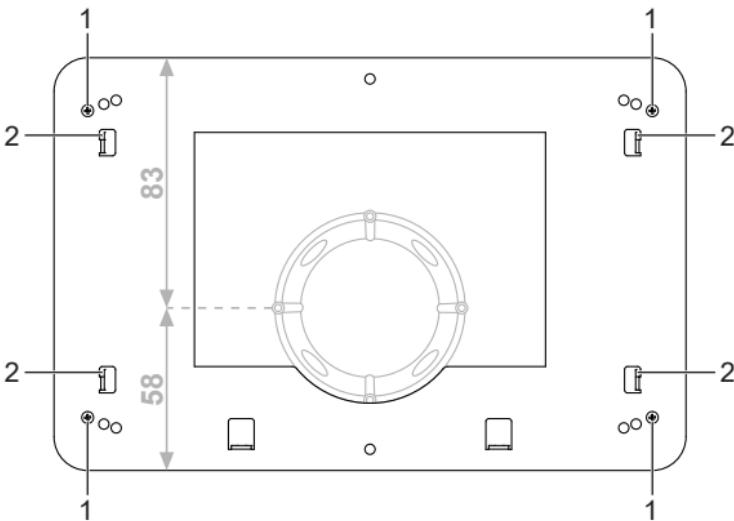
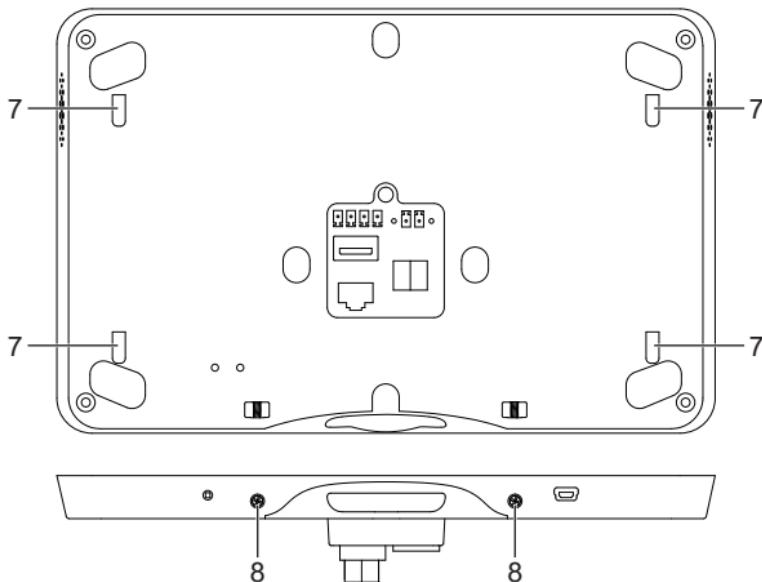

Fig. 2: Montaje del adaptador
Fig. 4: Montaje del Smart Panel
- Montar el adaptador con cuatro tornillos de fijación (1) en la caja de instalación. (fig. 2)
- Colocar los orificios de fijación (7) del Smart Panel en los ganchos de fijación (2) del adaptador. (fig. 2 y fig. 4)
- Fijar el Smart Panel por la parte inferior con dos tornillos de fijación (8) al adaptador. (fig. 4)